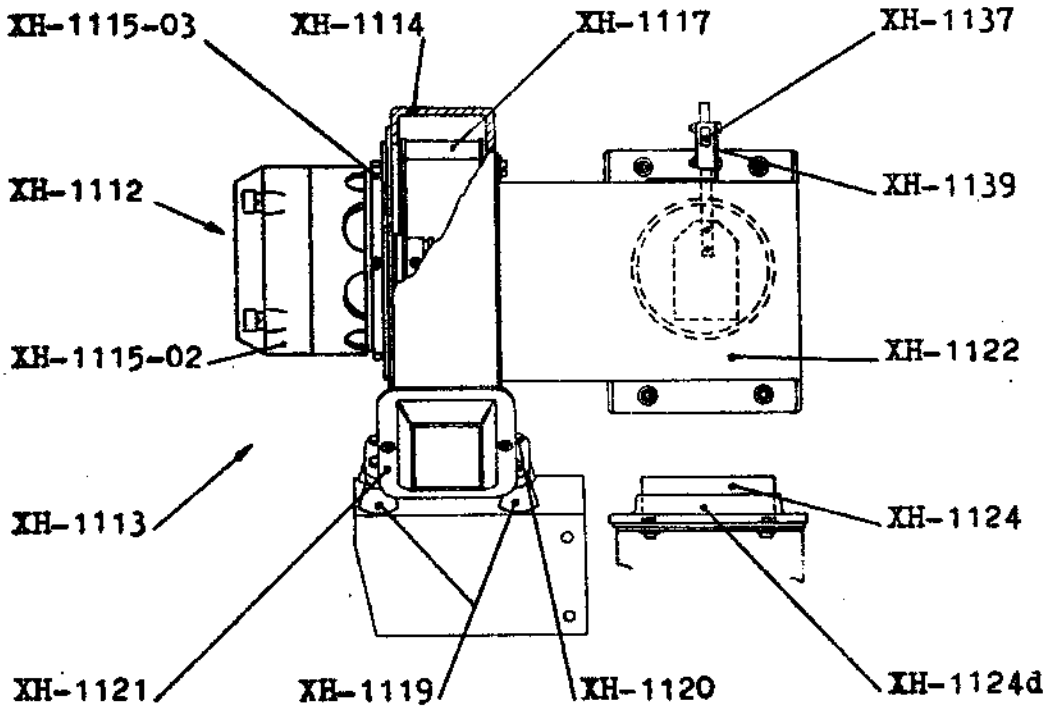

FIG. 5
- FIG. 5 - SOFFIATORE
- FIG. 5 - SOUFFLERIE
- FIG. 5 - BLOWER